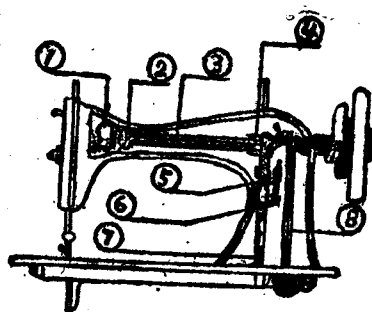

图 6
2. 机头内部 (图6)
① 挑线凸輪	T 2	前变果	15272
② 前軸套筒	O 1	前套筒	15498
③ 上軸	S 1	上地軸	15311
④ 送布凸輪	T 1	桃子 (三角桃子)	15306
⑤ 牙叉滑块	U 4	牙叉架子	1832
⑥ 針距螺絲墊圈	R 23	开針挡
⑦ 牙叉	R 24	牙叉 (亚叉)	15319
⑧ 大連杆	R 32	哈夫	125021